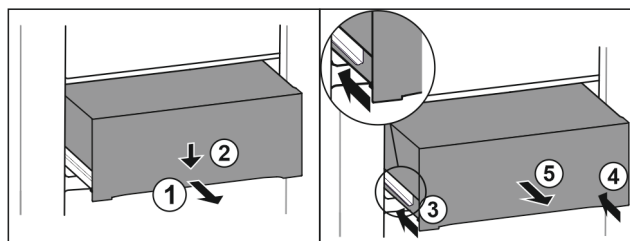

Fig. 114
- Wyciągnąć szufladę do połowy. Fig. 114 (1)
- Popchnąć szufladę z przodu w dół. Fig. 114 (2)
- Wsunąć lewą szynę o ok. 2 cm. Fig. 114 (3)
- Wsunąć prawą szynę o ok. 2 cm. Fig. 114 (4)
- Wyjąć szufladę do przodu. Fig. 114 (5)